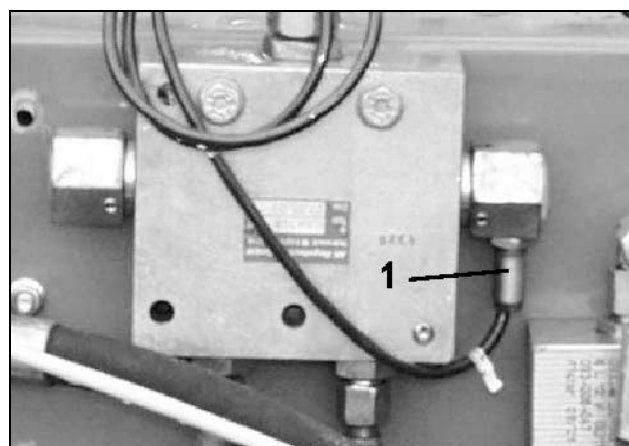

Fig. 51
- con trazadores de huella, de los sensores (Fig. 51/1) al cambiar el trazador de huella